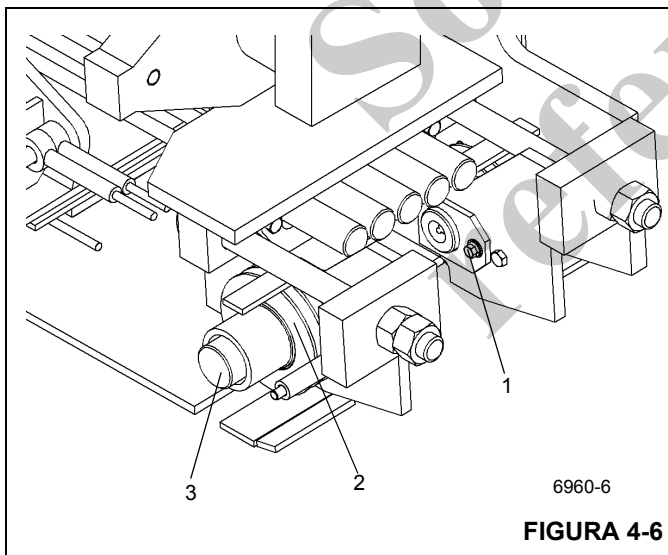

FIGURA 4-6
2. En los dos lados, saque los pernos (1) que fijan cada miembro soldado de eje de polea de retracción. Retire el eje, el buje espaciador, el conjunto de polea y las dos arandelas de empuje (3) Figura 4-6. De ser necesario, quite la grasera del miembro soldado de eje.